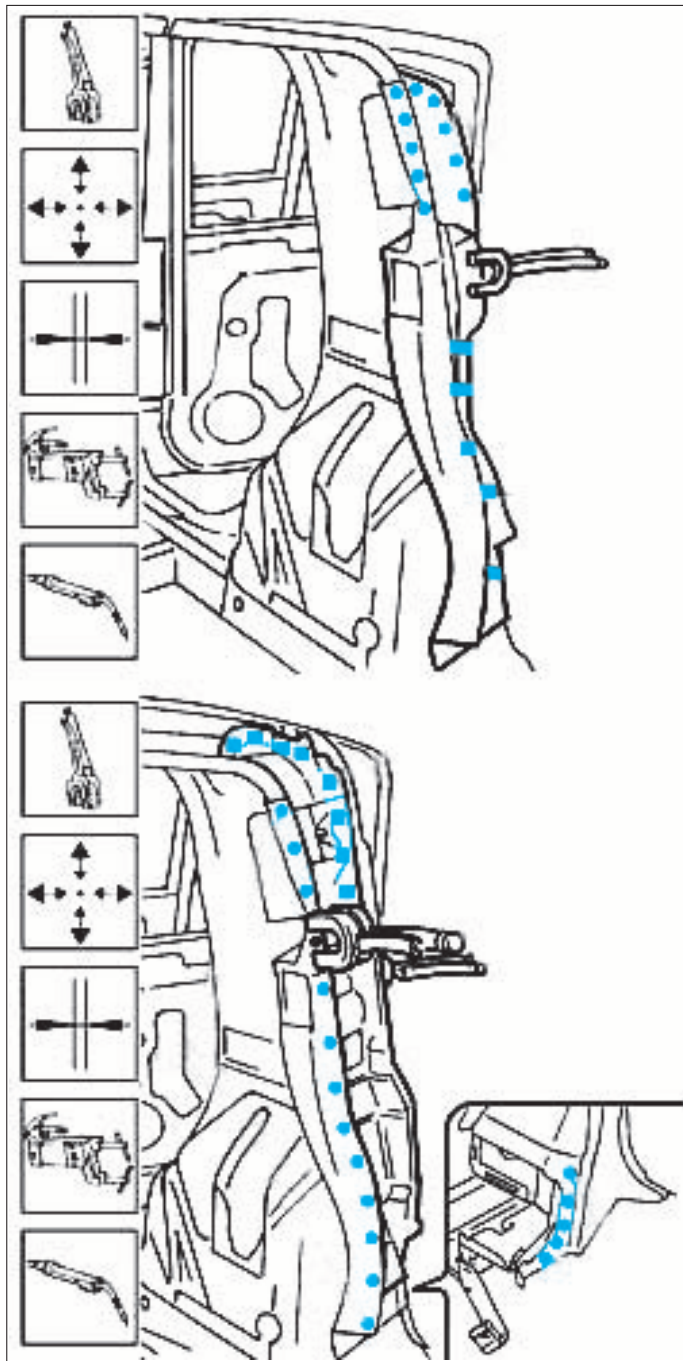

FIG. 30
- Ajuster la tôle support de feu AR avec le bouclier AR, les feux AR et le hayon, puis souder comme illustré (Fig.30).